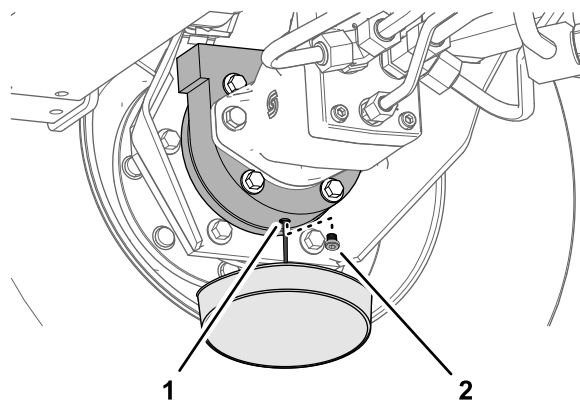

**Figure 92**
- Enlevez le bouchon de remplissage de la position 12 heures et le bouchon de contrôle de la position 3 heures (Figure 92).
- Placez un bac de vidange sous le moyeu du train planétaire, enlevez le bouchon de vidange à la position 6 heures et vidangez toute l'huile (Figure 92).
- Insérez le bouchon de vidange dans l'orifice de vidange du carter de train planétaire (Figure 92).